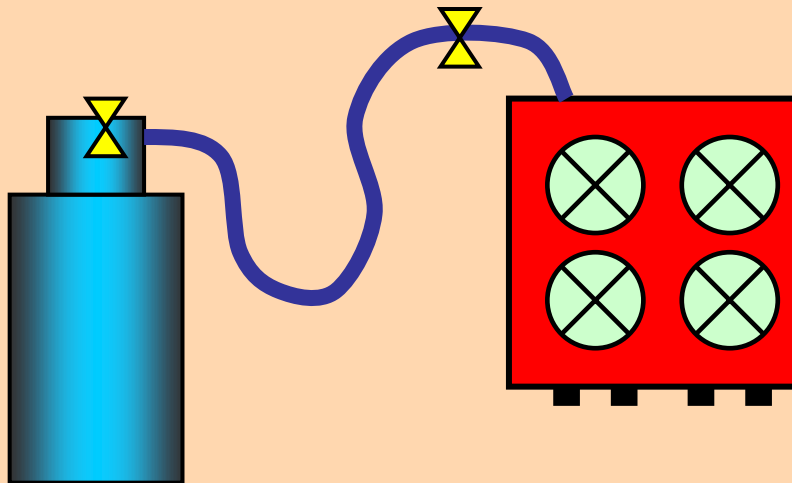

Figura 4
- Todos los aparatos deben contar con su respectiva llave de cierre rápido y se deben localizar en sitios de fácil acceso. Ver figura 4.